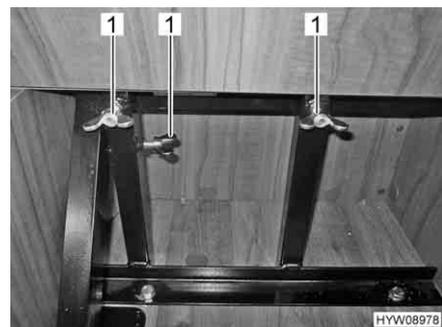

Fig. 27 Fissare il sedile installabile mediante dadi ad alette
- Fissare il sedile installabile mediante dadi ad alette (Fig. 27,1).